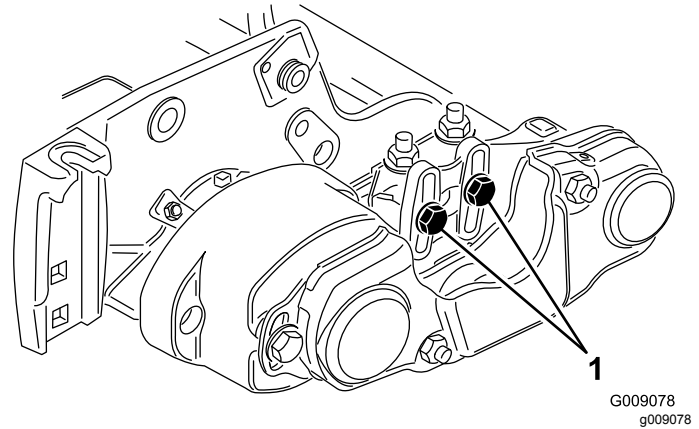
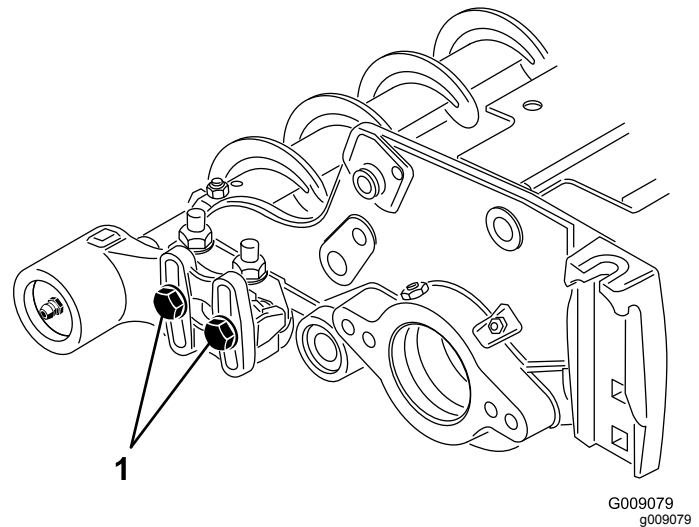

図 12
図 13
15. 各ローラブラシベアリングハウジングをローラブラシ取り付けブラケットに固定しているボルト2本をゆるめる 図 12と図 13。